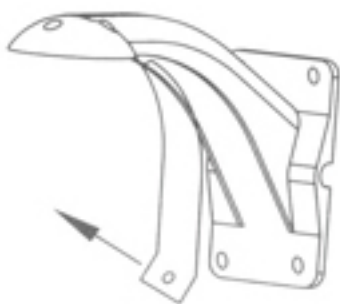

Figure 7
- 2) Отделите крышку настенного кронштейна (смотрите рис. 7)